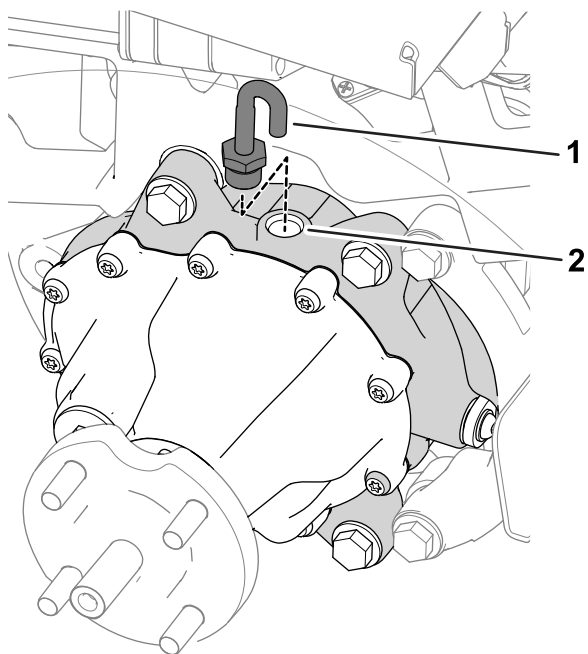

図 59
7. ギアボックス上部から換気ホースとフィッティングを外す 図 59。
9. 給油ポートに換気ホースとフィッティングを取り付ける 図 59。